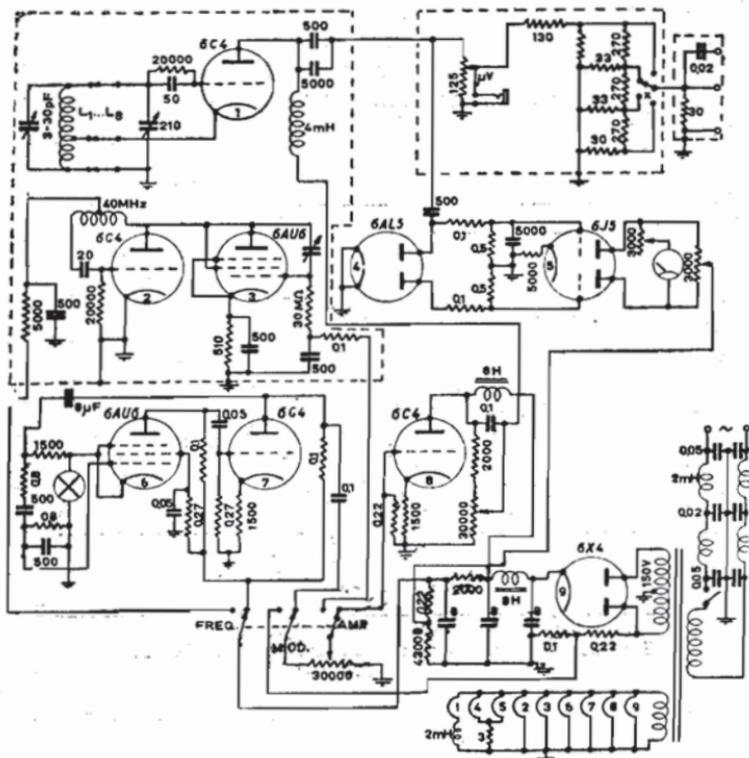

Fig. 252. — Generatore R. F. con modulazione di frequenza Silter 906.
*Generatore modulato in frequenza Silver 906, fig. 252.*